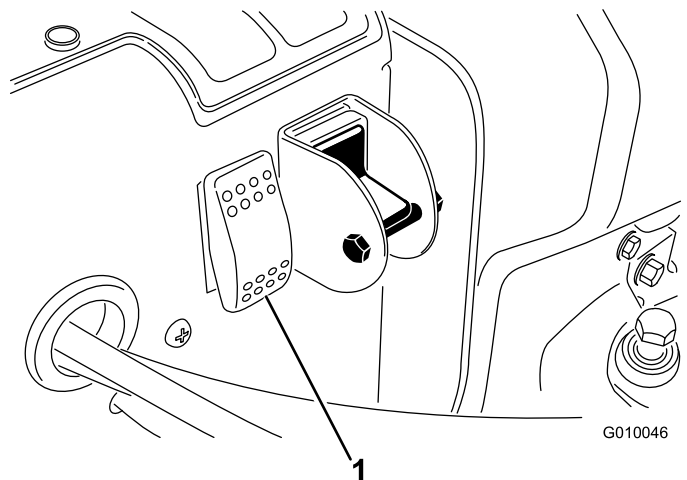

Figura 32
2. Prima o interruptor de reinicialização do sistema (Figura 32).